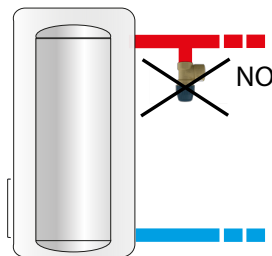

Abb. 1
- Installieren Sie das Ventil in vertikaler oder horizontaler Position, jedoch nicht verkehrt herum, um zu verhindern, dass die Ablagerung von Verunreinigungen die korrekte Position beeinträchtigt Bedienung (Abb. 1).
Die Abb. 1,2,3 beziehen sich sowohl auf das blaue als auch auf das rote Ventil.